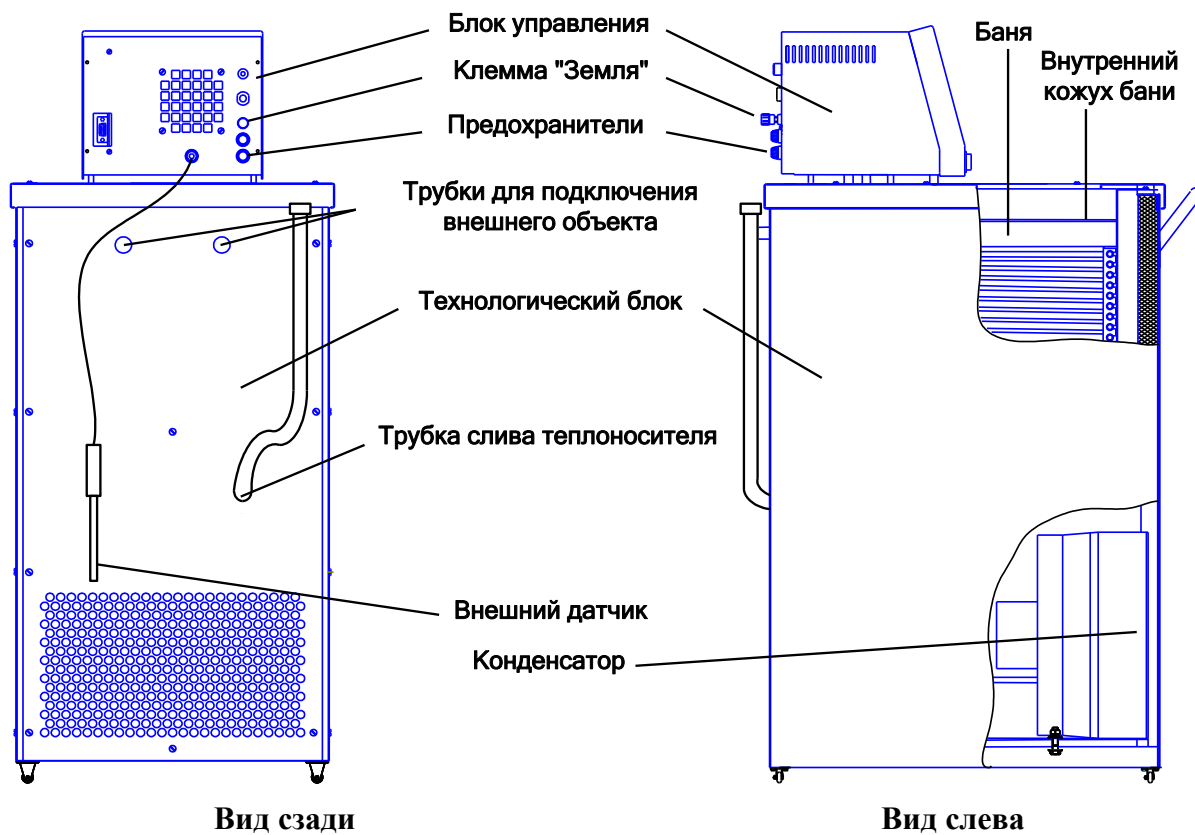

Рисунок 1
- 4.2.2 Конструктивно термокриостат (**Рисунок 1,3**) включает в себя блок управления и технологический блок, в состав которого входит теплоизолированная баня.
- Клемма «**Земля**» на задней панели термокриостата (см. рисунок 1) должна быть подключена к внешней заземляющей шине, не связанной с силовым оборудованием;
- 8.1 Подготовка к работе (см. рисунок 1,3).
9.2 Подготовка к работе (см. рисунок 1,3).